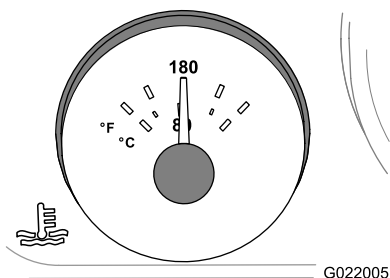

Figura 80
E. Fate girare il motore per 5 minuti o fino a che l'indicatore della temperatura del refrigerante nel gruppo strumentazione indica 82°C, quindi arrestate il motore (Figura 80).